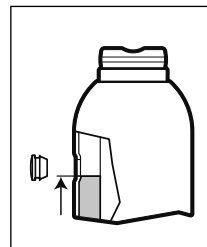
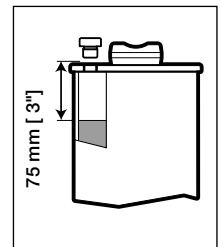

Fig. 6 - Oljestand, alle modeller bortsett fra GBJ-100
Fig. 7 - Oljestand, kun modell GBJ-100
- Alle modeller bortsett fra GBJ-100: Fyll på til oljestanden er omtrent jevnt med den nedre kanten på påfyllingshullet. Se Fig. 6.
- Kun modell GBJ-100: Fyll på til oljestanden er ca. 75 mm [3"] under påfyllingshullet. Se Fig. 7.
FORSIKTIG: IKKE FYLL PÅ FOR MYE! Med pressen helt inntrukket og jekken i oppreist stilling skal oljestanden ikke være høyere enn vist i Fig. 6 eller Fig. 7 (etter hvilken jekkmødel du har).